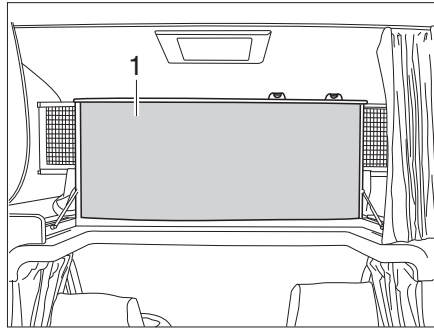

Fig. 140 Lit de capucine, rabattu vers le haut
- Rabattre vers le haut le lit de capucine (Fig. 140,1). Le lit de capucine est maintenu en position verticale par des ressorts à pression de gaz.